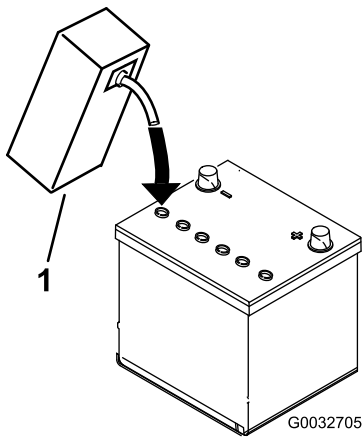

Figure 7
soient recouvertes d'environ 6 mm de liquide (Figure 7).
4. Attendez environ 20 à 30 minutes pour donner le temps aux plaques de s'imprégner d'électrolyte. Faites l'appoint au besoin pour faire monter le niveau de liquide à environ 6 mm en dessous du creux de remplissage (Figure 7).